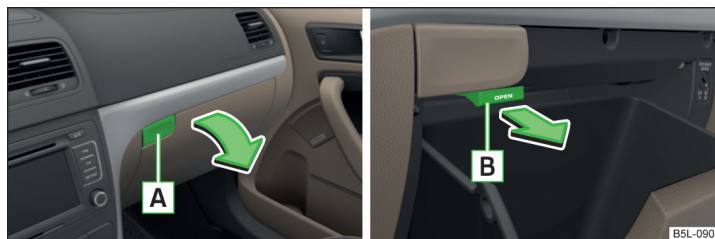

Fig. 88 Ouverture du vide-poche / commande de l'arrivée d'air
- Pour **l'ouverture**, tournez la poignée dans le sens de la flèche **A** » fig. 88.